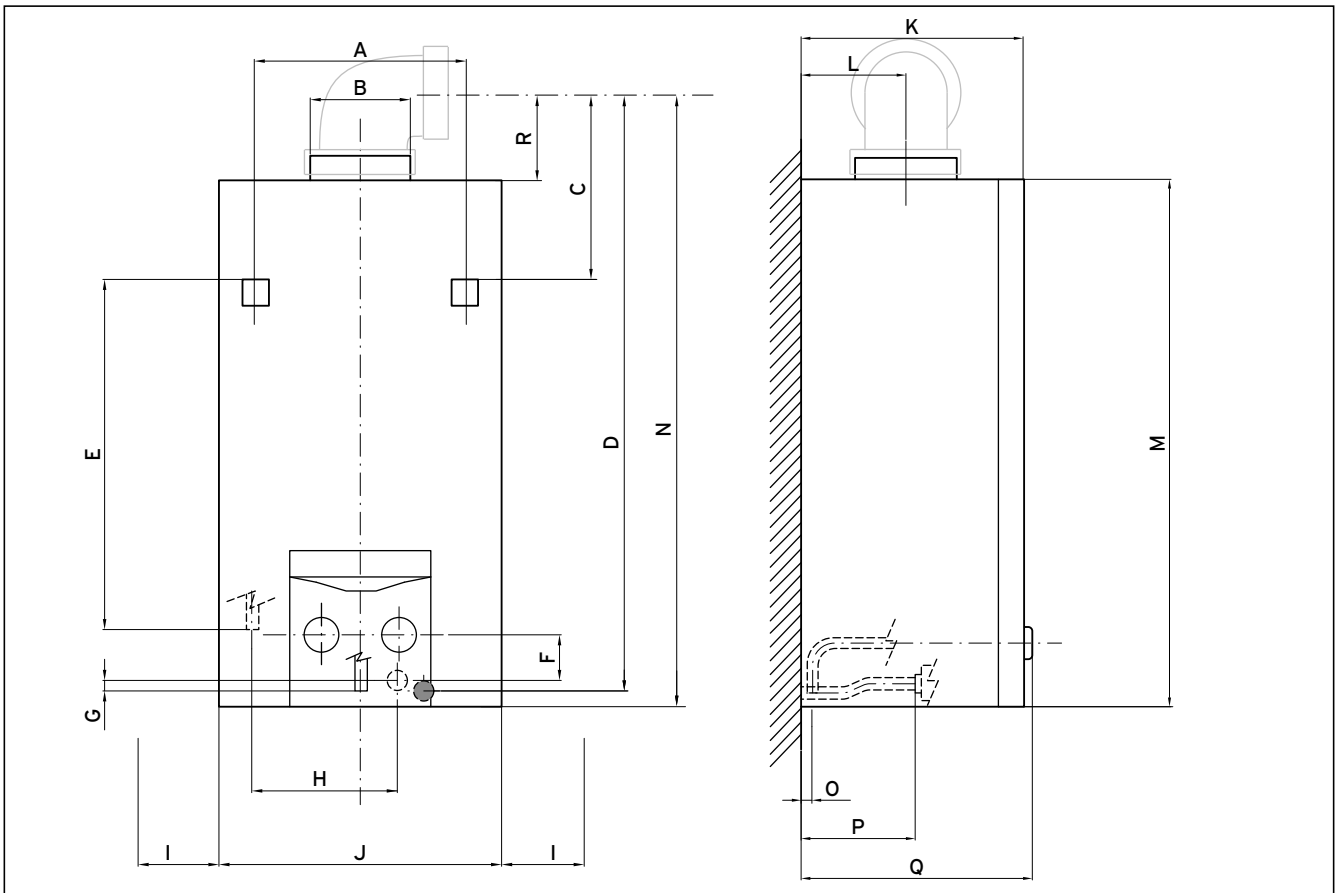

Fig. 4.2 Disegno quotato atmoMAG plus
- Applicare la copertura dell'apparecchio dall'alto inserendola sui due supporti (4) e premerla fissandola sul pannello posteriore. Quando si rimonta la copertura, prestare attenzione che le linguette si inseriscano negli incavi.
- Avvitare la vite (2) sotto l'asta del selettore della temperatura.
- Reinscrivere il pulsante dell'interruttore di potenza rotante (3) e il pulsante del selettore di temperatura (1).
- Praticare i fori per le viti di fissaggio rispettando le misure riportate nella fig. 4.2.